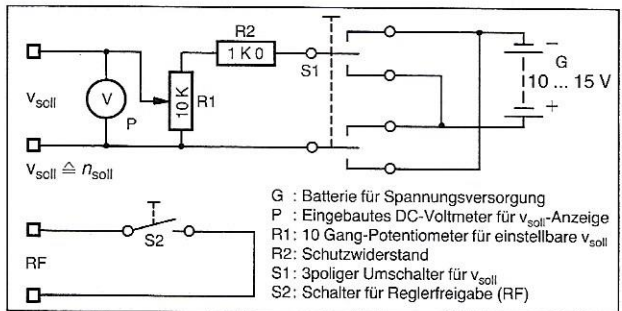

Abb. 12: Batteriespeisegerät
- Batteriespeisegerät für einstellbare Sollwertvorgaben bis  $\pm 10$  V (siehe Abb. 12).